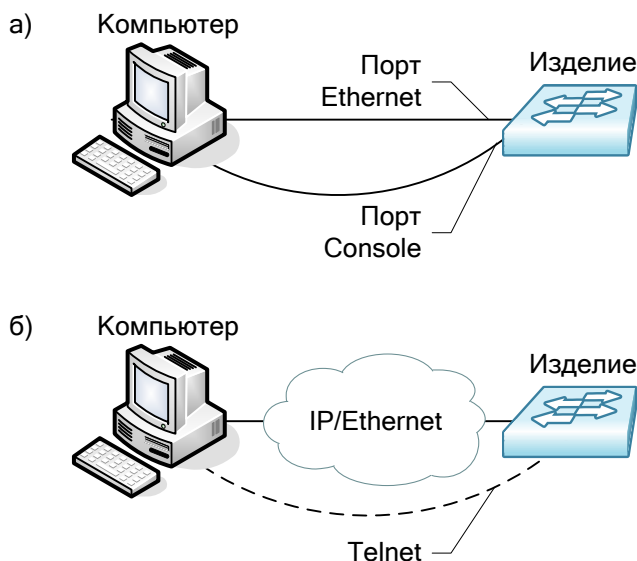

Рис. 6. Примеры подключения изделия для сохранения и загрузки конфигурации или обновления программного обеспечения
2. Подключите один из портов изделия к сети. Примеры подключения показаны на Рис. 6.
2. Подключите один из портов устройства к сети. Примеры подключения показаны на Рис. 6.